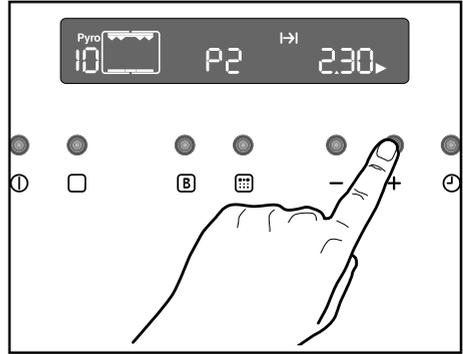

Рис. 19
2. Индикатор “Продолжительность приготовления” **|→|** будет после этого мигать в течение 5 секунд; в это время нажмите кнопку ‘**—**’ или же ‘**+**’ для выбора уровня пиролизической очистки 1 (P 1) или 2 (P 2) (Рис. 19).